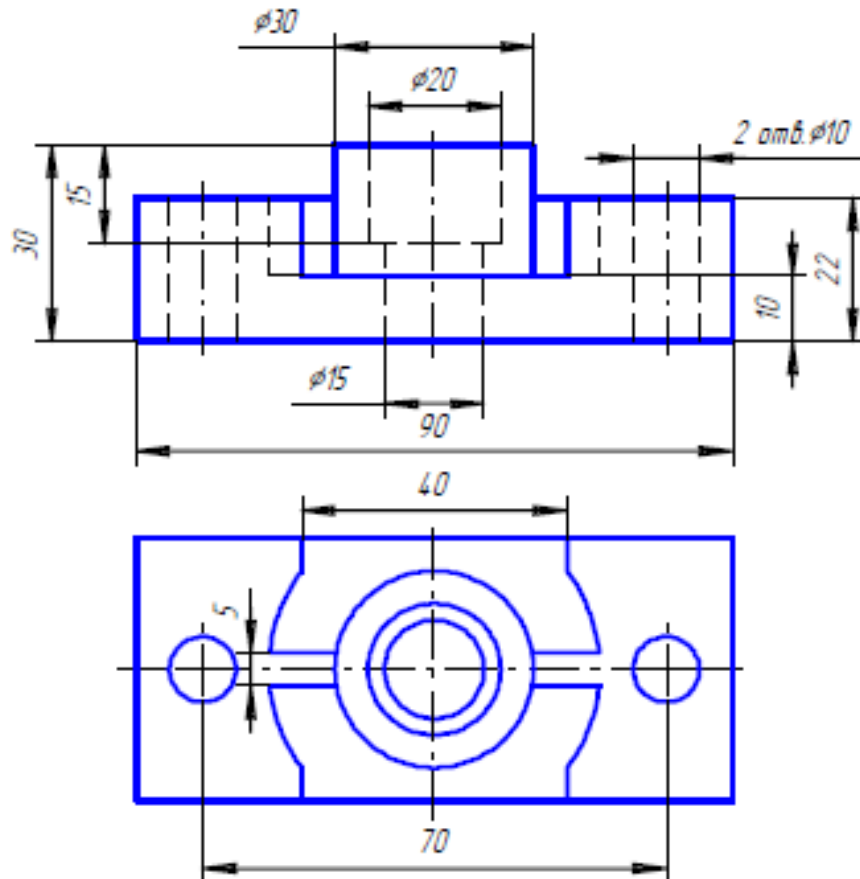

Рисунок 1 – Корпус
3. Применяя способность разрабатывать 3D-модели литейной оснастки и осуществлять их прототипирование (ПК-6.3) постройте трехмерную модель детали (рисунок 1) и подготовьте необходимые условия для изготовления её прототипа.